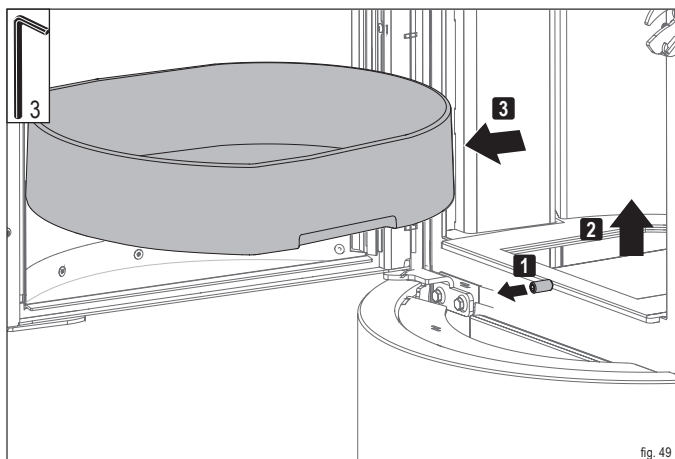

fig. 49
- ▶ Allentare il perno filettato (fig. 49).
- ▶ Sollevare la graticola dall'apertura (fig. 49).
- ▶ Estrarre la graticola dalla camera di combustione (fig. 49).